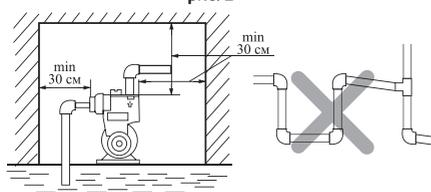

рис. 3
6.3 Для установки насоса выберите место, где насос может быть доступен для монтажа, проверки и ремонта. При установке насоса в комнате соблюдайте размеры как показано на рис.3.